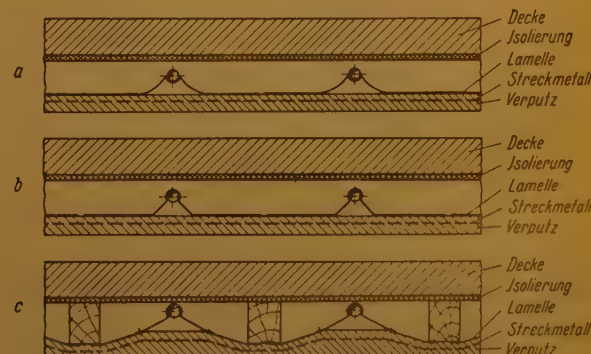

Abb. 2 Deckenheizungen nach dem System Dériaz
2. System Dériaz mit Heizrohrlamellen und Lufthohlraum gemäß Abb. 2